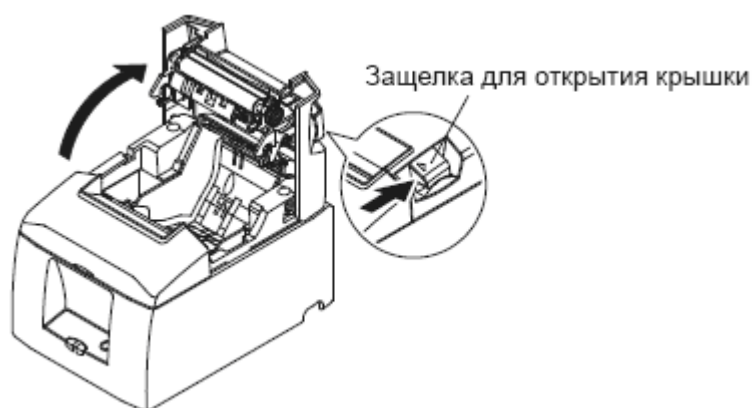

Рисунок 7.6 – Открытие верхней крышки ККТ
7.4.2 Нажать на защелку и открыть верхнюю крышку (Рисунок 7.6).